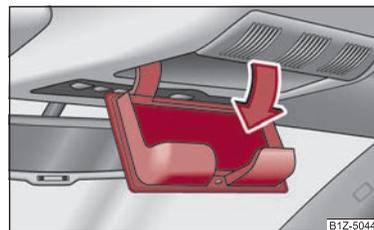

Fig. 94 Découpe dans le revêtement de pavillon: Rangement pour lunettes
- Appuyez sur le couvercle du vide-poches, le vide-poches s'ouvre vers le bas ⇒ fig. 94.